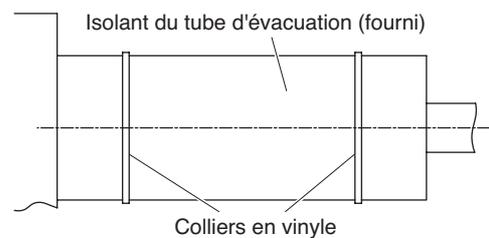

Fig. 3-64
- (2) Une fois la liaison d'évacuation correctement raccordée, enroulez l'isolant du tube d'évacuation fournis autour du tube et fixez-le à l'aide des colliers fournis. (Fig. 3-64)